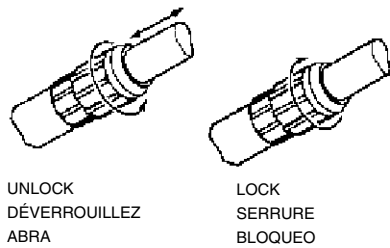

Fig.8
1. Para extender el tubo, aflojar el cople girando la tuerca del cople en contra de las manecillas del reloj (Fig 8), El tubo se deslizará libremente.
3. Para fijar el tubo en posición, apriete el cople girando la tuerca del cople contra las manecillas del reloj (Ver Fig. 8) hasta que este firmemente apretada. Asegúrese que el maneral de la motosierra este alineado con el maneral del tubo antes de apretar el cople.